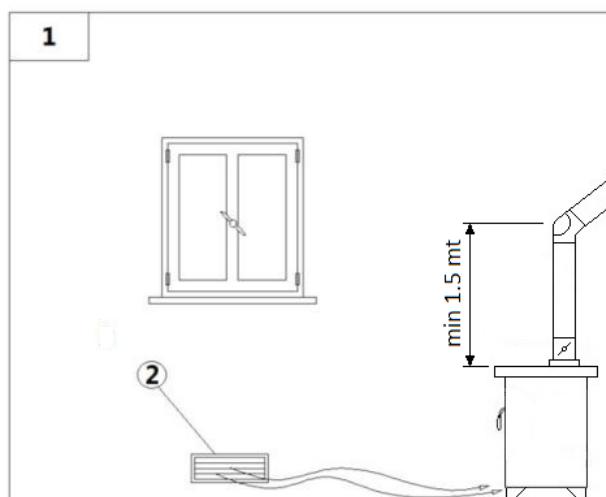

Fig. 5 - Fluxo de ar direto
LEGENDA Fig. 5 pág. 33 -
- O fluxo de ar entre o exterior e o local pode ser feito por via direta, através de abertura na parede externa do local (ver Fig. 5 pág. 33); ou então por via indireta, através da entrada de ar do locais adjacentes àquele a ventilar (ver).